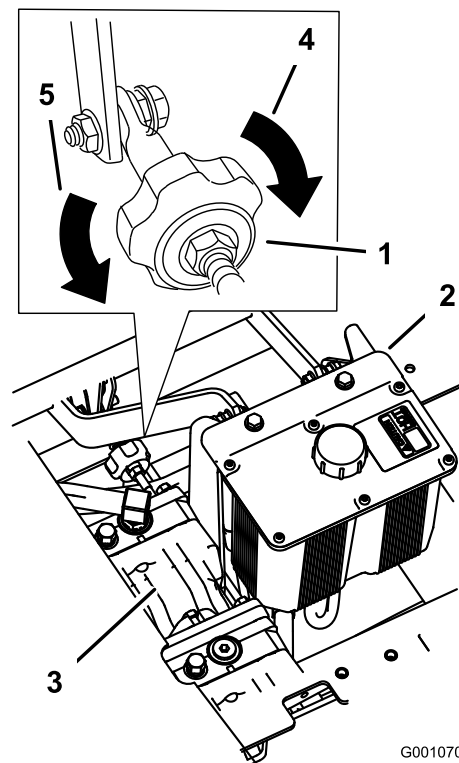

Figure 47
4. Pour que la machine tire à droite, tournez le bouton vers la droite de la machine (voir Figure 47).
5. Pour que la machine tire à gauche, tournez le bouton vers la gauche de la machine (voir Figure 47).